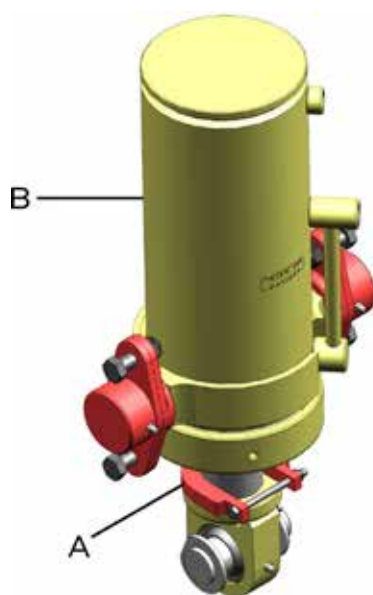

fig. 25
Esta regulagem é determinada em função da altura da semeadora em relação a superfície de solo podendo ser alterada através da mudança de posição do batente (A) (fig. 25), localizado junto aos cilindros hidráulicos (B), sendo que, elevando sua espessura a semeadora trabalhará mais distante da superfície do solo.